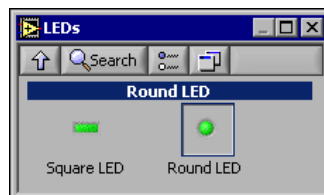

Figura 2-4 La palette LEDs.
1. Dalla palette **Controls**, selezionare l'indicatore del LED rotondo nella palette **LEDs**, mostrata nella Figura 2-4, e collocarlo sul pannello frontale a sinistra del grafico dell'onda.